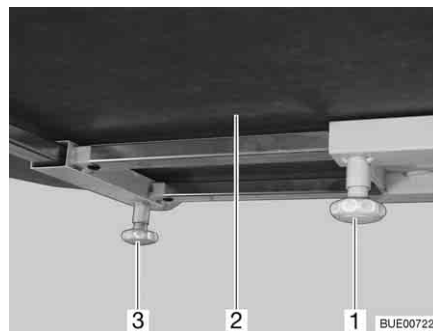

Fig. 114 Deslocar o tampo da mesa (alternativa)
- Desaperte o parafuso de cabeça estriada (Fig. 114,1).
- Empurre o tampo da mesa (Fig. 114,2) para a posição pretendida.
- Desaperte o parafuso de cabeça estriada (Fig. 114,3).